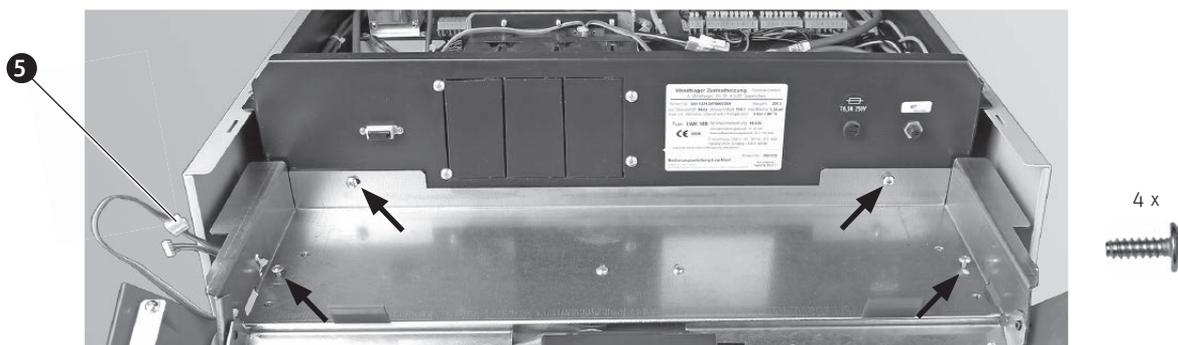

Fig. 71 Fixer le panneau de commande avec 4 vis à tôle, poser le câble InfoWIN^{PLUS}
- ▶ À l'aide de vis à tôle, visser le panneau de commande aux parois latérales (2 vis) et au tableau de commande (2 vis), sans serrer – Fig. 71.
- ▶ Assembler le câble InfoWIN^{PLUS} et le poser dans la paroi latérale – Fig. 71.